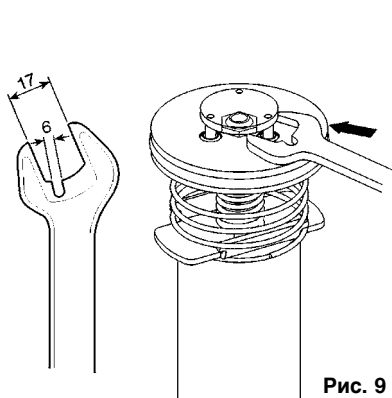

Рис. 9
2. Проверить верхнюю пружину (3) и пружинный упор (4) внутри крышки пневмодвигателя (1). Заменить в случае повреждения.
3. Снять нижнее стопорное кольцо (20), глушитель (19) и шайбу (18) и продвинуть реверсивный переключатель так, чтобы в том месте, где был установлен глушитель, показалось отверстие в поршне насоса (10). Вставить стальной стержень (8 мм) в отверстие, чтобы зафиксировать поршень.
4. С помощью заранее подготовленного 17-миллиметрового гаечного ключа (см. рис. 9) открутить реверсивный переключатель (5).